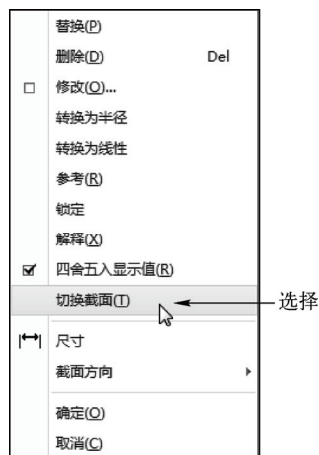

图 8-65 选择“切换截面”选项
STEP 06 在绘图区任意位置单击鼠标右键, 在弹出的快捷菜单中选择“切换截面”选项, 如图 8-65 所示。